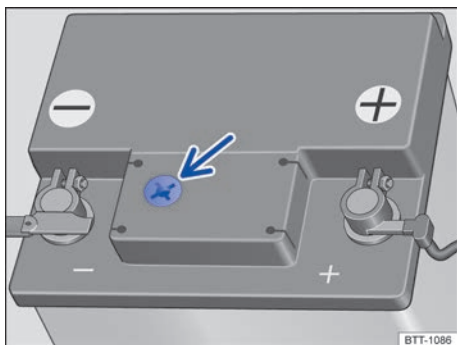

Fig. 166 Mirilla en la parte superior de la batería de 12 voltios (representación esquemática).
- Procure disponer de buena iluminación para poder distinguir bien el indicador de color en la mirilla redonda de la parte superior de la batería de 12 voltios (flecha) → fig. 166. No utilice nunca una llama desprotegida u objetos incandescentes para alumbrarse.